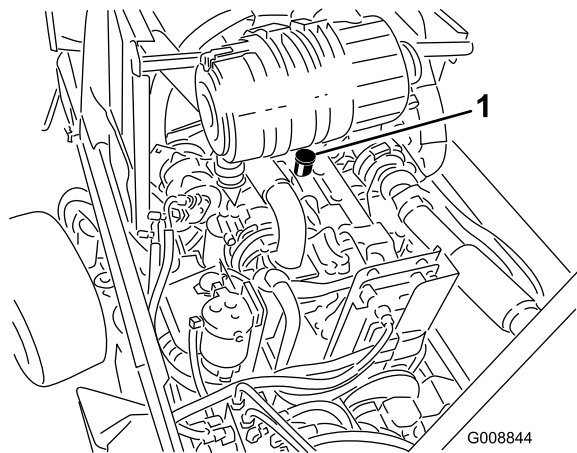

Рисунок 60
3. Если уровень масла ниже отметки Low (низкий), снимите крышку маслозаливной горловины и добавьте масло до отметки Full (Полный) (Рисунок 60).